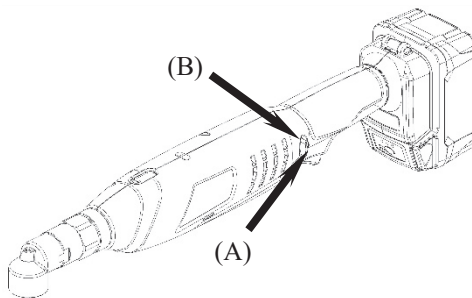

Figure 7
Pour sélectionner la rotation avant, RELÂCHEZ L'INTERRUPTEUR (A) (voir Figure 7), et poussez le levier avant / arrière (B) (voir Figure 7) vers le côté gauche de l'outil.
Pour sélectionner la rotation arrière, RELÂCHEZ L'INTERRUPTEUR (A) (voir Fig.7), et poussez le levier avant / arrière (B) (voir Fig.7) vers le côté droit de l'outil.